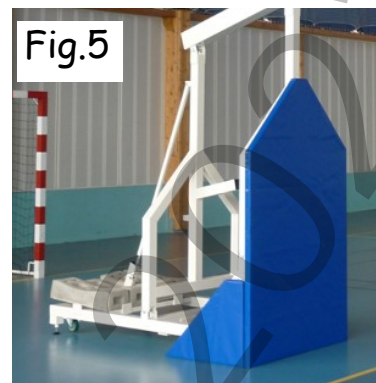

Fig.5
- fixer la mousse de protection en face avant, centrée en largeur sur le mât avant et affleurante en bas du cadre, fixer les 2 mousses latérales (fig5)
- fix the protective foam on the front face, centered in width on the front mast and flush with the bottom of the frame, fix the 2 lateral foams (fig5)